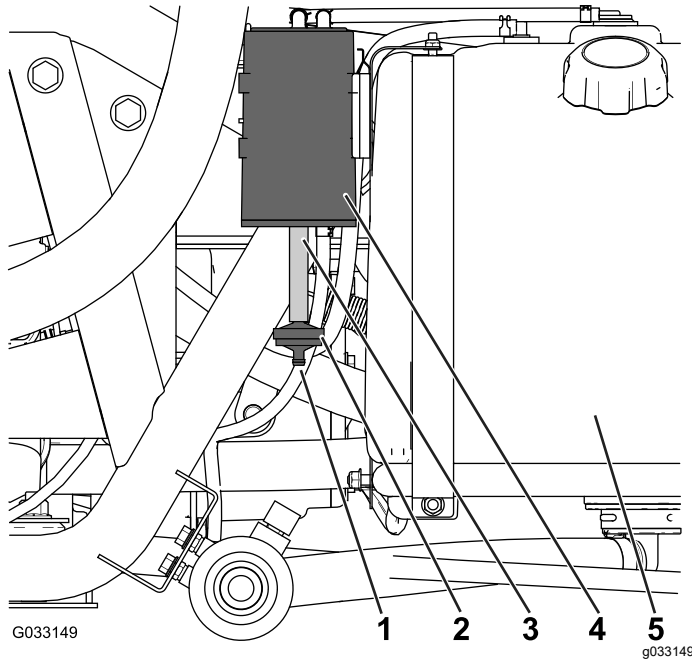

Figure 45
Vérifiez par l'ouverture au bas du filtre à air de la cartouche de charbon actif qu'il est propre et exempt de débris et d'obstructions (Figure 45).
1. Retirez le raccord cannelé du filtre à charbon actif au bout du flexible situé au bas de la cartouche, et déposez le filtre (Figure 45).